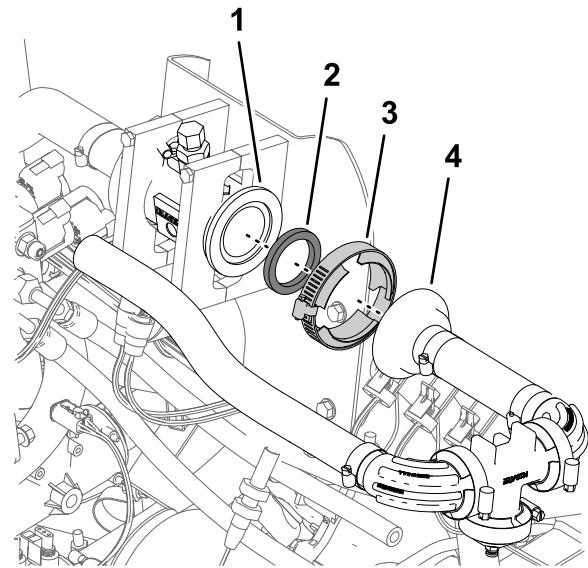

Рисунок 89
2. Затяните фланцевый хомут от руки (Рисунок 89).